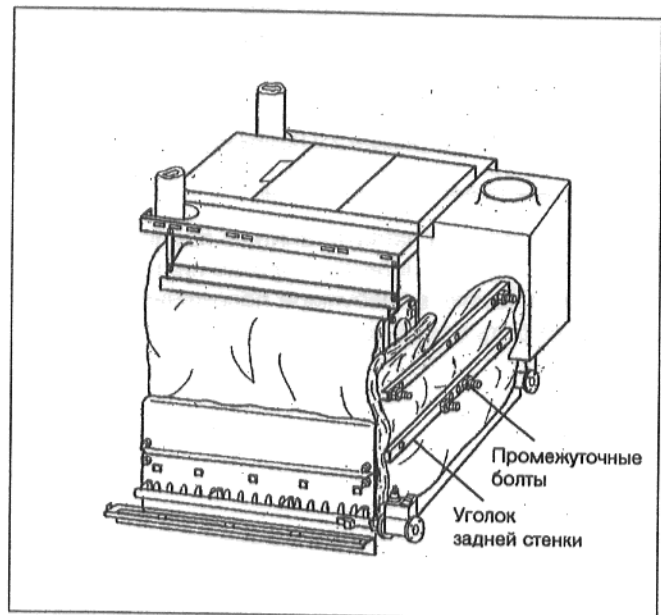

Рис. 33
- Вставить оба уголка задней стенки поверх промежуточных болтов и закрепить гайками (рис. 33).